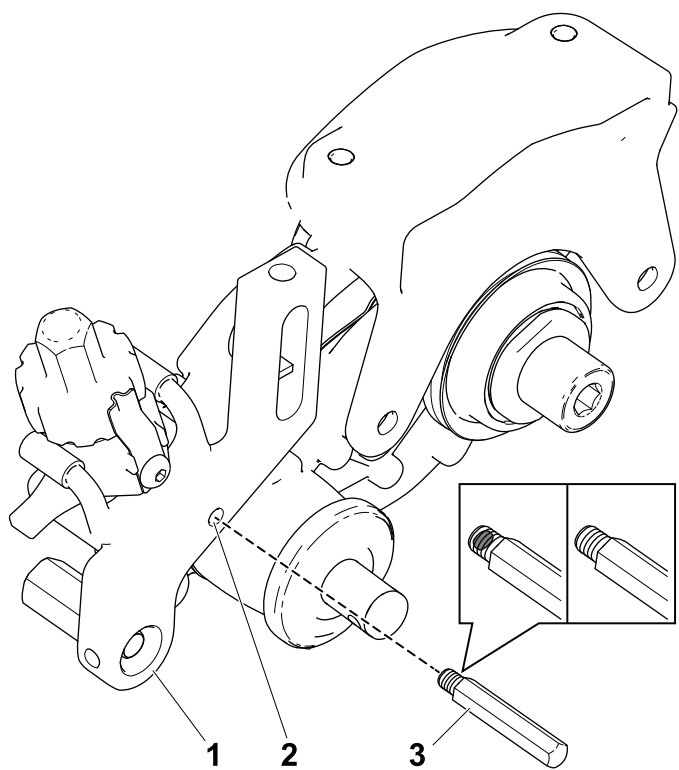

Рисунок 20
2. Прикрепите штифт механической щетки к рычагу высоты скашивания (Рисунок 20).